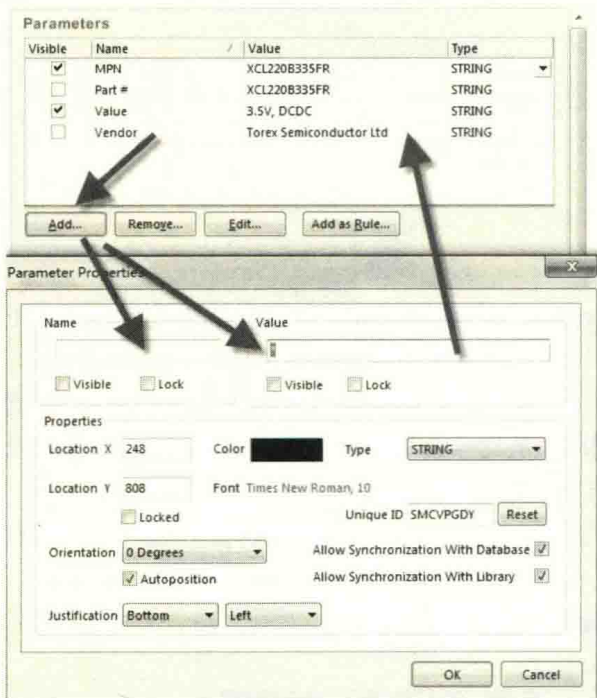

图 3-16 参数量设置
(3) 参数量: 如图 3-16 所示, Altium Designer 提供元件的一些自定义参数量填写功能, 单击“**Add...**”按钮, 可以给该元件增加一条参数信息。常见的参数量为“**Vendor**” (供应商信息)、“**MPN**” (物料编码)、“**Value**”等。